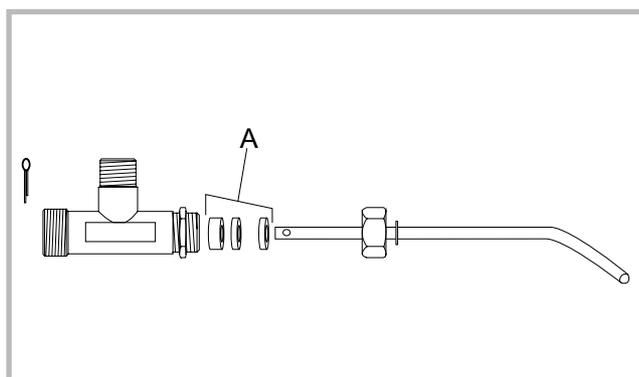

Figure 13 - Joints du dégraisseur
- **Au moins une fois par an / En fin de période de chauffage**, nettoyer ou remplacer les filtres du circuit d'alimentation en combustible et changer les joints du dégraisseur (rep. A, fig. 13, code 142825) par votre installateur.